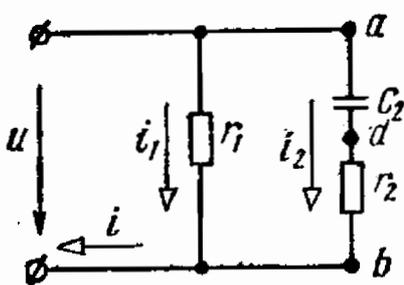

Рис. 4.13
4.13. Найти токи схемы рис. 4.13 при условии, что подведенное напряжение $U = 127$ В, а сопротивления ее участков при частоте 50 Гц равны: $r_1 = 10$ Ом, $r_2 = 8$ Ом и $x_2 = 6$ Ом. Определить напряжения на участках db и ad , а также входное сопротивление и входную проводимость схемы.